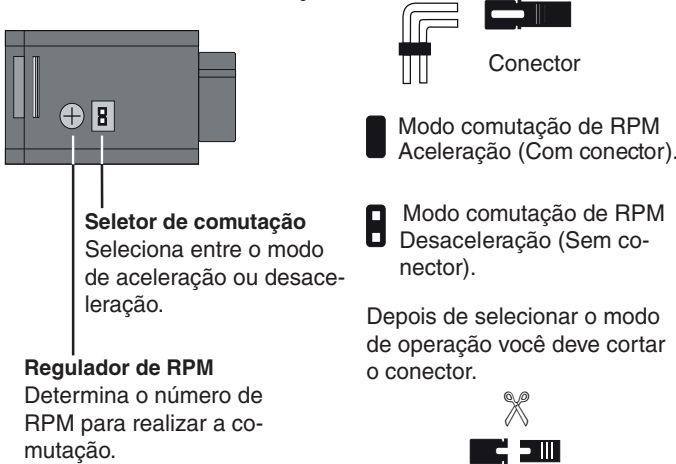

Figura 4
- 2 - Gire o regulador localizado na frente do módulo de controle até sua posição máxima, no sentido horário (Figura 4).